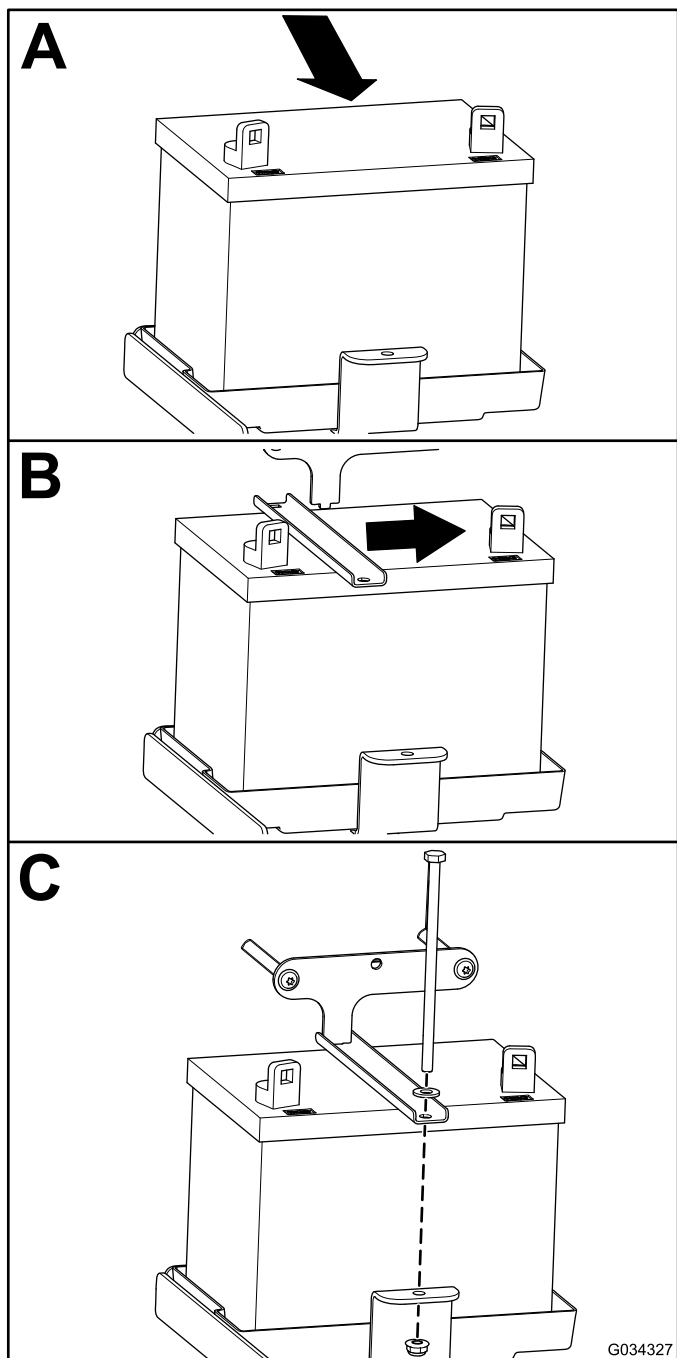

Figura 47
1. Instale la batería, como se muestra en la Figura 47.